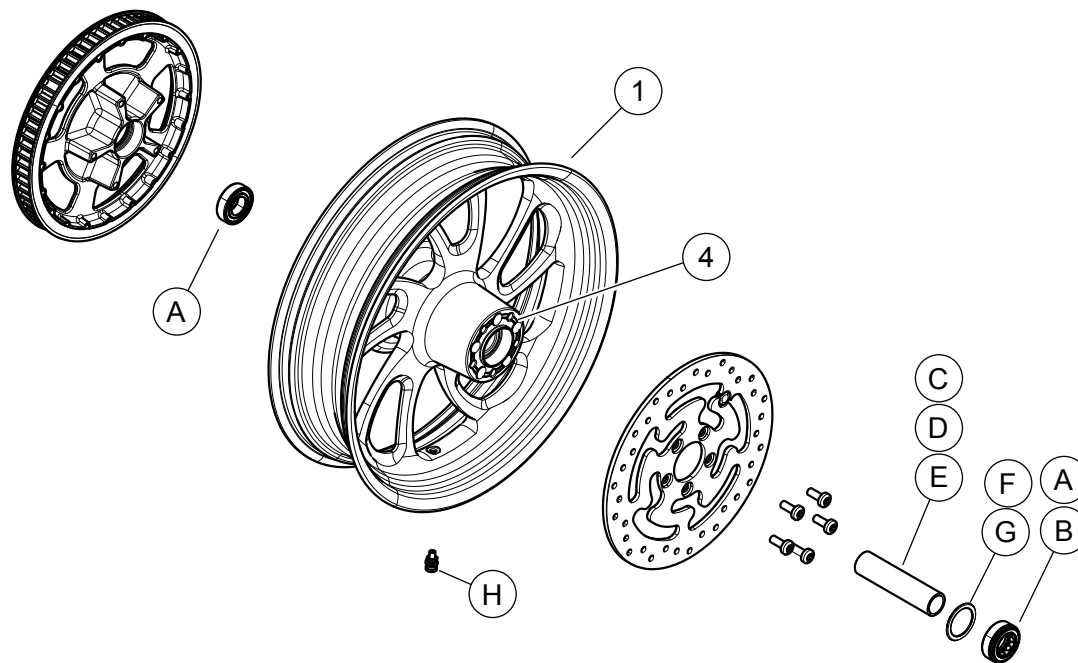

Figura 1. Peças de reposição: Rodas traseiras com lâmina
Veja a Figura 1 e as tabelas de peças de reposição.
2. Veja a Figura 1. Instale o conjunto da haste de válvula (H) na roda. Consulte o Manual de serviço.